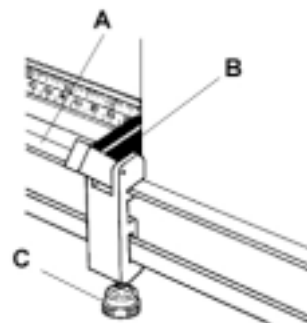

Figure 21
3. Placez le panneau devant être coupé sur la BARRE DE BORD D'EQUARRISSAGE GAUCHE (A) et faites-le glisser du côté droit de manière à ce que le rebord gauche du panneau s'aligne contre la dimension de coupe désirée. Figure 21.
3. Placez le panneau devant être coupé sur la BARRE DE BORD D'EQUARRISSAGE GAUCHE (A) et faites-le glisser du côté droit de manière à ce que le rebord gauche du panneau s'aligne contre la dimension de coupe désirée. Figure 21. Le TAQUET DE MESURE est utile lorsque que l'on doit couper plus d'une pièce aux mêmes dimensions. Réglez le LEVIER DE TAQUET NOIR à la dimension désirée (B) et verrouillez le TAQUET DE MESURE en position avec le BOUTON DE VERROUILLAGE (C). Faites glisser le panneau vers la gauche contre le LEVIER DE TAQUET NOIR et placez la BRIDE DE SERRAGE pour maintenir le panneau de montage en position et empêcher qu'il ne se gondole.